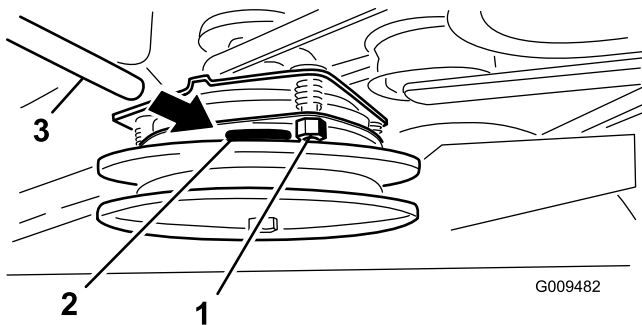

Figura 59
5. Stringete i dadi di bloccaggio fino a fissare leggermente lo spessimetro facendo però in modo di poterlo muovere facilmente all'interno del traferro (Figura 59).